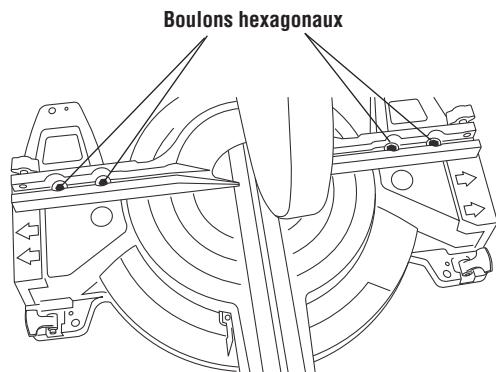

Figure 10. Réglage du guide
- Utilisez de l'outil universel (fournie avec modèle 4410 seulement) ou utilisez un 7/16 po douille et desserrez quatre (4) boulons hexagonaux situés derrière le guide. (Figure 10).